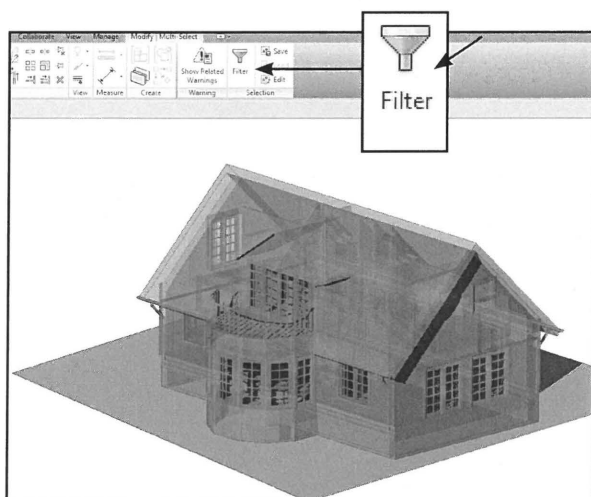

Fig. 15.06. Marker alt og brug *Filter* til at fravælge det der ikke skal skjules.
- Klik på *Filter* knappen, når alt er markeret i *Viewet* (Fig. 15.06).